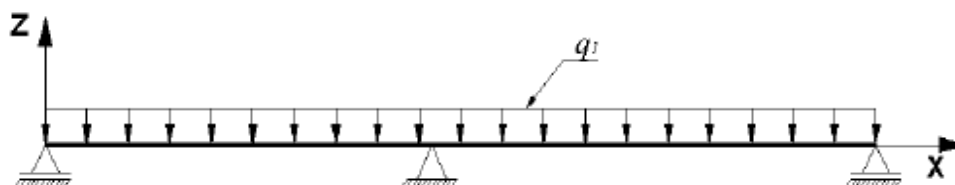

Рис.7.3. Схема загрузки 1 балки
- загрузка 1 – собственный вес (рис.7.3);